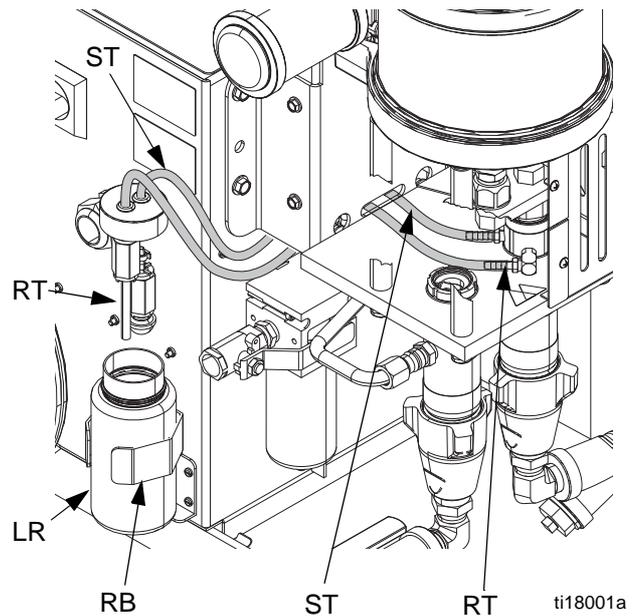

Fig. 13. Système de pompe de graissage
2. Soulever le réservoir de lubrifiant (LR) hors de son support (RB) et éloigner le conteneur du capuchon. En gardant le capuchon au-dessus d'un récipient adéquat, retirer le clapet antiretour et laisser le lubrifiant s'écouler. Rattacher le clapet anti-retour sur le flexible d'entrée (ST). Voir FIG. 13.